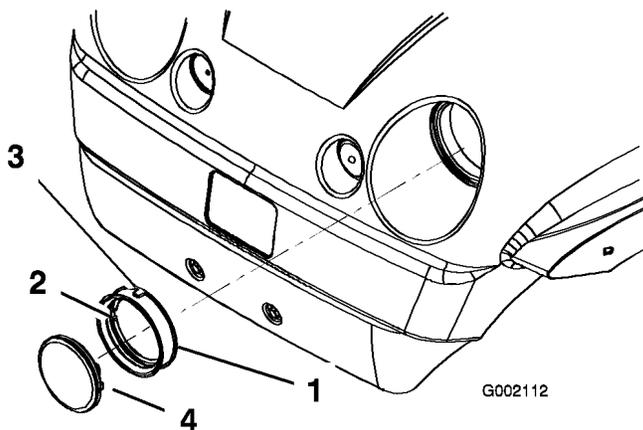

Figura 39
4. Retire o vedante de borracha que rodeia o farol (Figura 39). Deite fora o farol.
5. Alinhe o encaixe que se encontra no interior do vedante com o encaixe do novo farol (Figura 39). Monte o vedante no farol de forma a ficar bem encaixado.